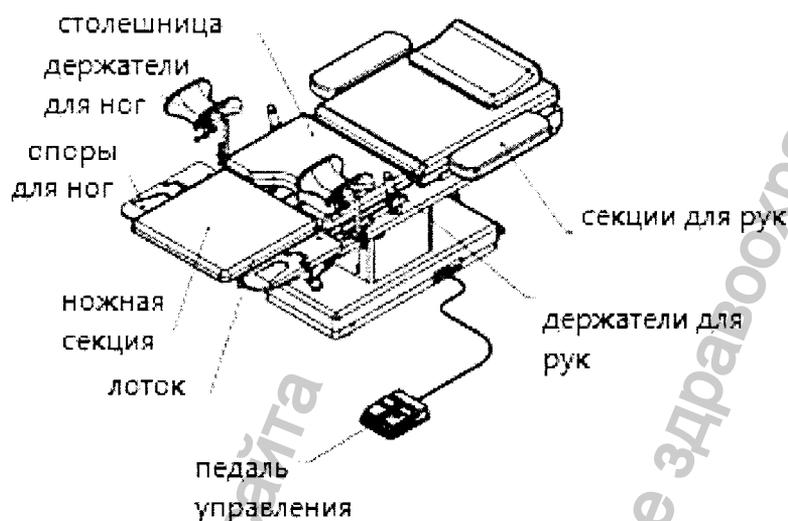

Рис.1
5. Схематическое изображение. (Рис.1)